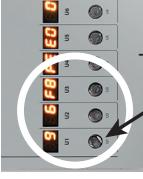

Fig. 2
- Selezionare il valore desiderato ruotando l'encoder (vedi Fig.2).
- Set the desired value by turning the encoder (see Fig. 2).